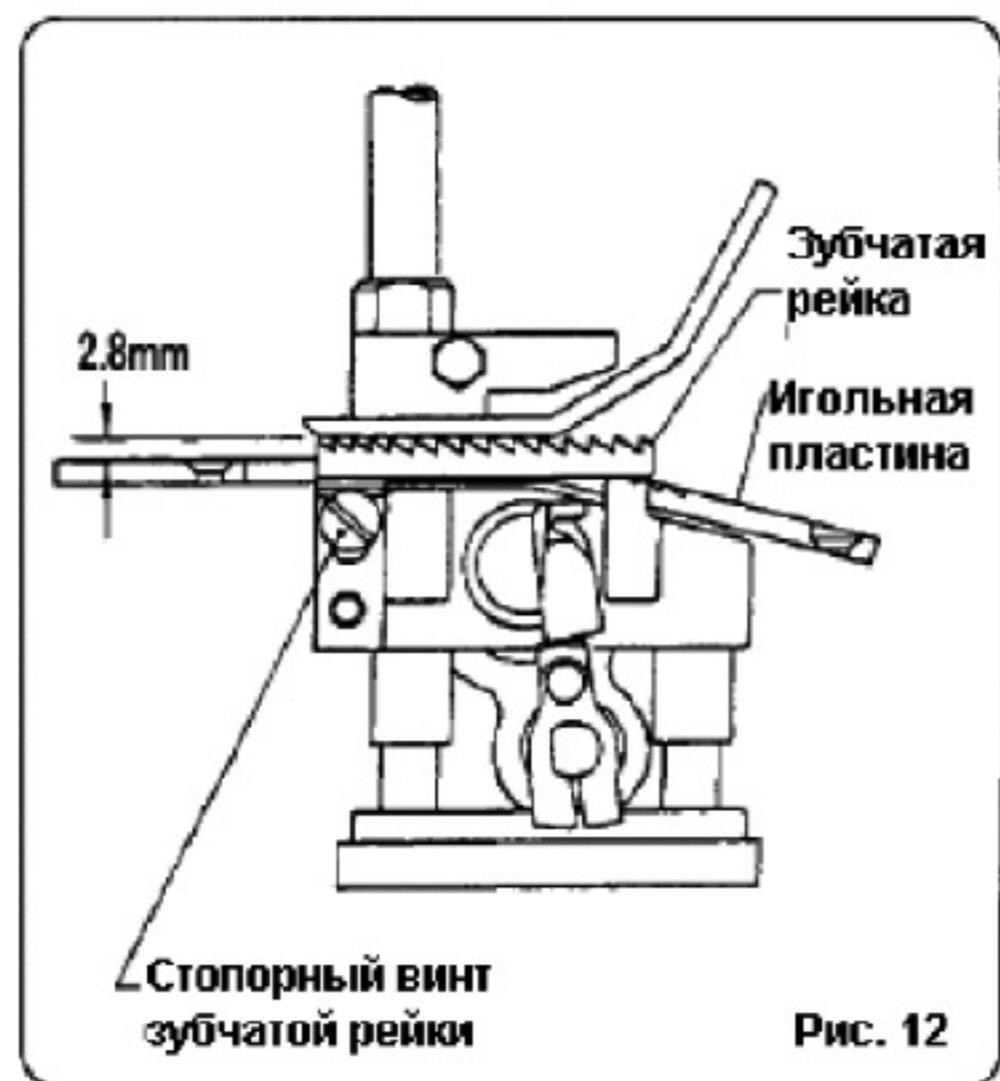

Рис. 12
6.3. Расположение зубчатой рейки (рис. 12).